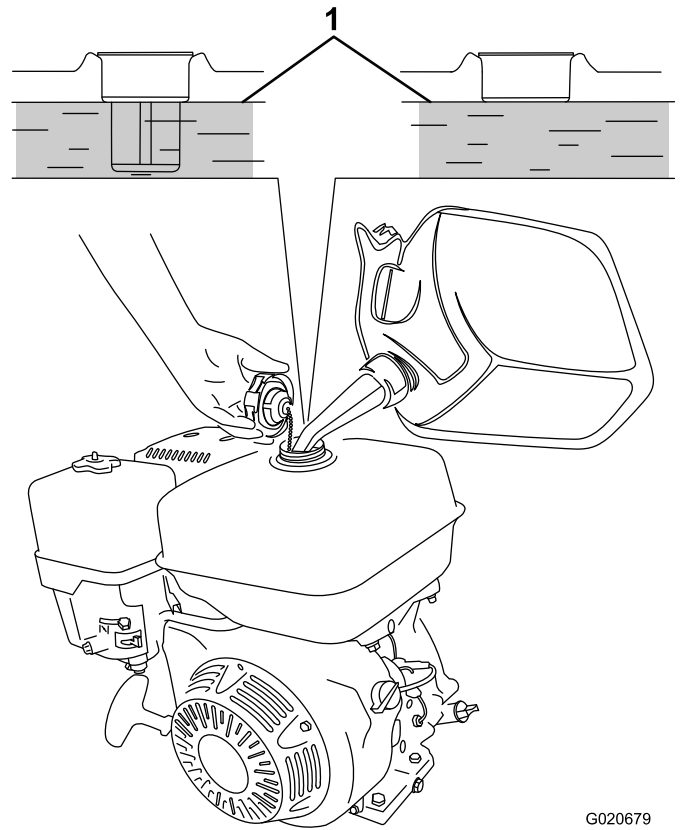

Figura 27
3. Añada gasolina sin plomo al depósito de combustible hasta que el nivel llegue al borde inferior del nivel máximo de combustible, según se muestra en Figura 27.